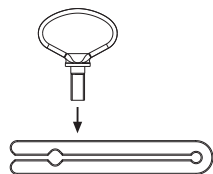

Fig. 18
- Montar o dispositivo de extração, ver Fig. 18.